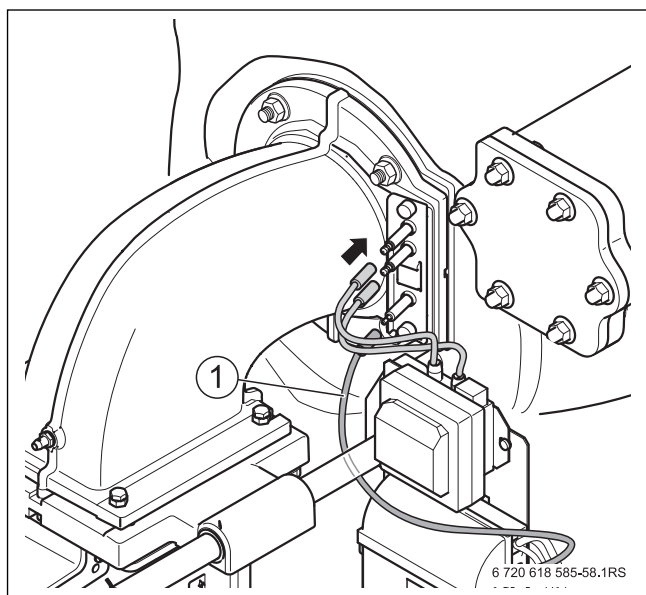

Fig. 63 Collegamento a spina al portaelettrodi
- Collegare tutti i cavi di collegamento elettrico alla valvola del gas, al ventilatore e i collegamenti a spina al portaelettrodi. Posare il cavo di ionizzazione [1] come indicato in fig. 63 (al di sotto dell'asta di guida).